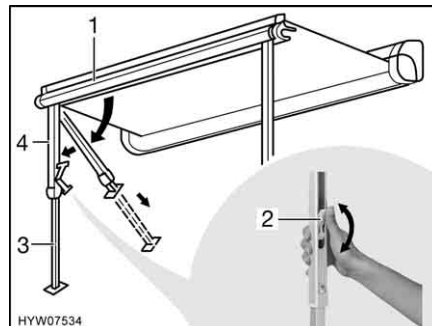

Fig. 31 Installazione dei montanti di supporto
- Estrarre i montanti di supporto (Fig. 31,4) dal listello anteriore (Fig. 31,1) ribaltandoli e montarli.
- Aprire il bloccaggio sui montanti di supporto. A tal fine ripiegare la leva di serraggio (Fig. 31,2) verso l'alto.
- Estrarre la parte inferiore dei montanti di supporto (Fig. 31,3) fino alla lunghezza desiderata.